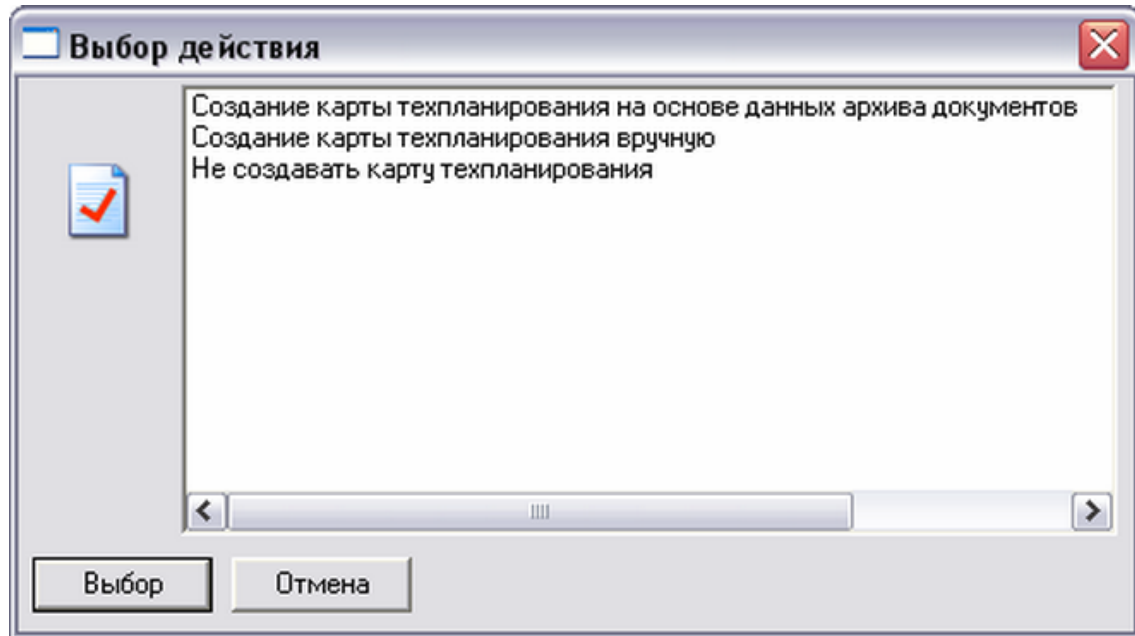

Рис. 118 Меню выбора способа создания КТП.
4. В меню выбора (см. Рис. 118) выберите способ создания **КТП**;